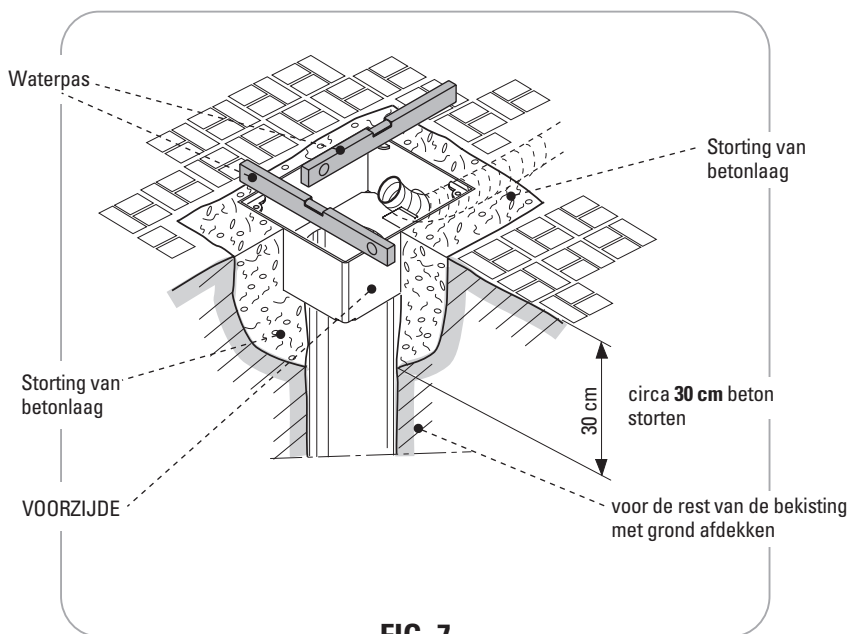
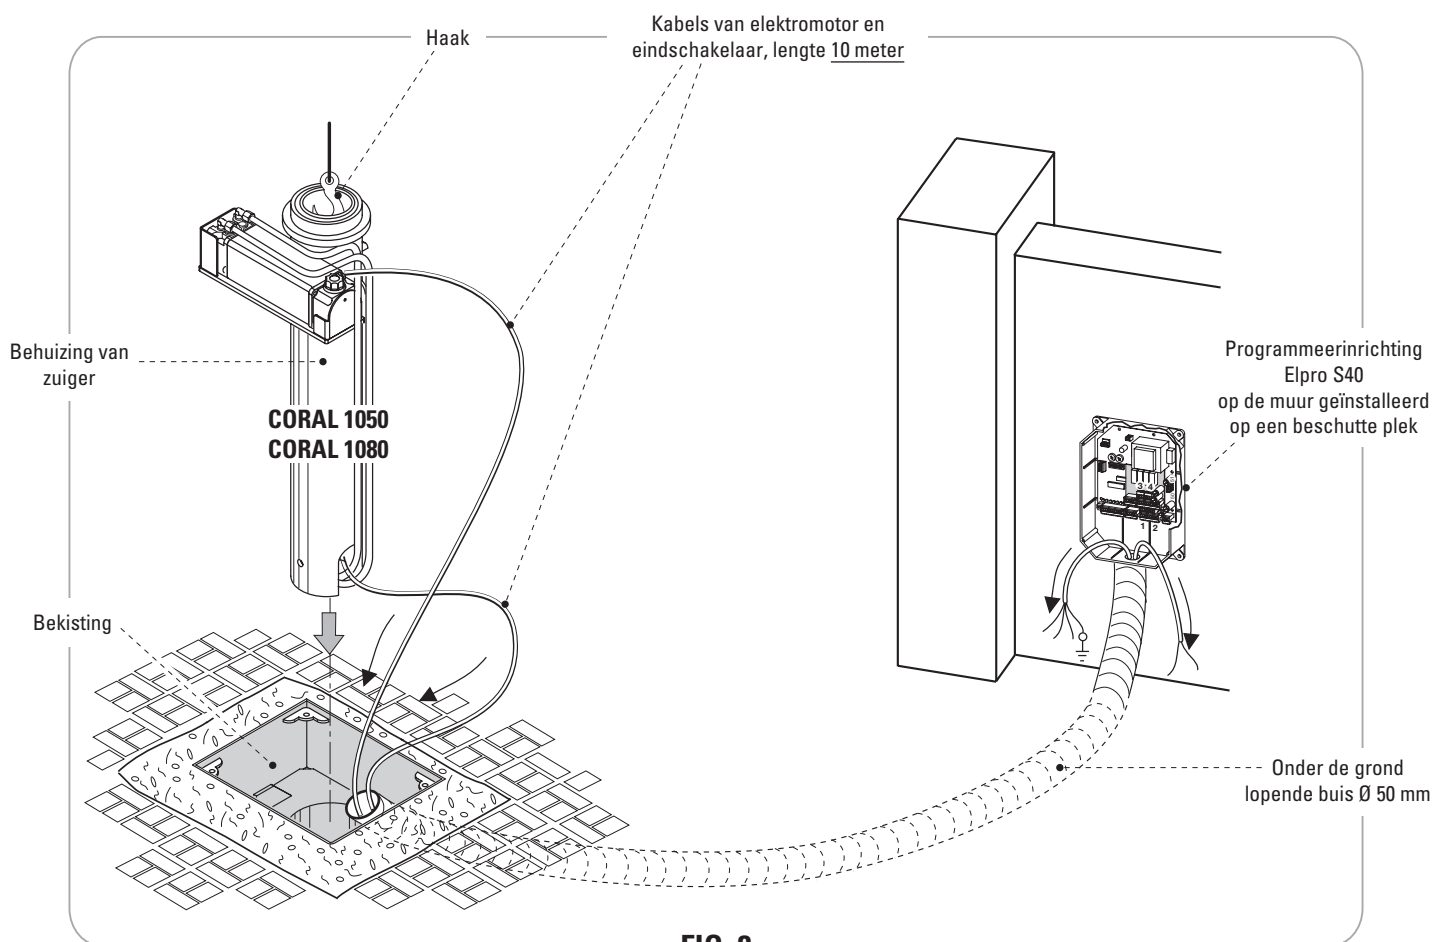

FIG. 7
FIG. 8
- Nadat de bekisting geplaatst en geïnstalleerd is, moet de bovenkant zich op grondniveau bevinden (Fig.7 en Fig.8)
BELANGRIJK: Voer de stroomkabels van de motor en de eindschakelaar door de buis zonder de kabels te scheuren of te snijden. Fig.7.